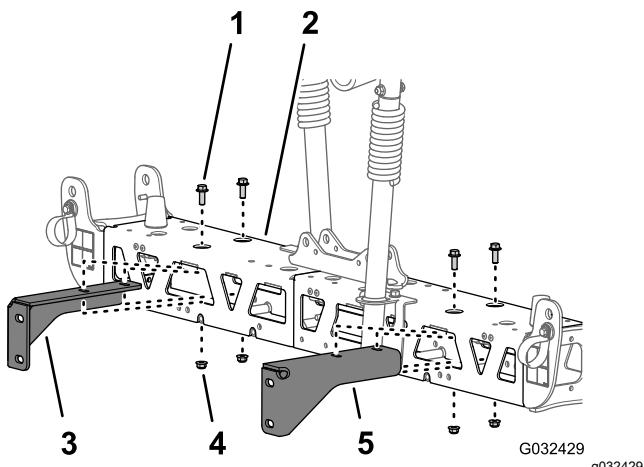

图51
2. 拧下将支撑托架固定至中间喷洒段的 2 个凸缘头螺栓 3/8 x 1 英寸和 2 个凸缘锁紧螺母 3/8 英寸然后取下托架 图51。
3. 拧下将其他支撑托架固定至中间喷洒段的 2 个凸缘头螺栓 $\frac{3}{8} \times 1$ 英寸和 2 个凸缘锁紧螺母 $\frac{3}{8}$ 英寸然后取下托架 图51。